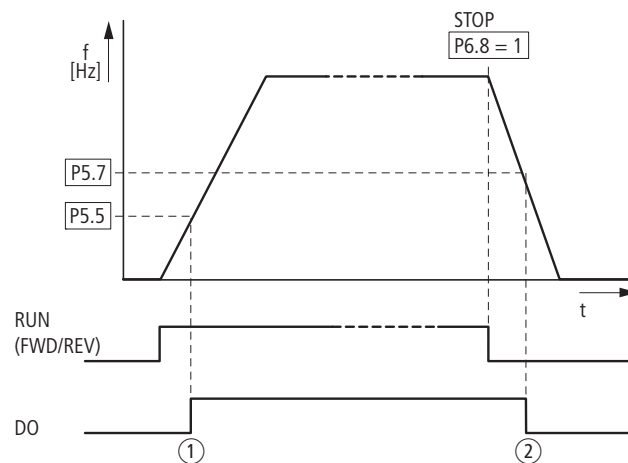

Abbildung 115: Ansteuerung der mechanischen Bremse
- P5.5 < P5.7 (→ Abbildung 115): Der Digital-Ausgang bleibt nach Überschreiten des Wertes von P5.5 so lange aktiviert (= Bremse gelüftet), bis die Ausgangsfrequenz den Wert von P5.7 überschritten hat. Nach Unterschreiten des Wertes von P5.7 kann der Digital-Ausgang erst wieder aktiviert werden, sobald auch der Wert von P5.5 unterschritten wurde.